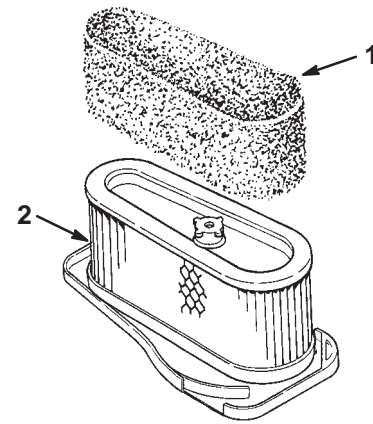

Bild 19
4. Schieben Sie den Schaumeinsatz vorsichtig vom Papiereinsatz herunter (Bild 19).
1. Schieben Sie den Schaumeinsatz vorsichtig auf den Papiereinsatz (Bild 19).